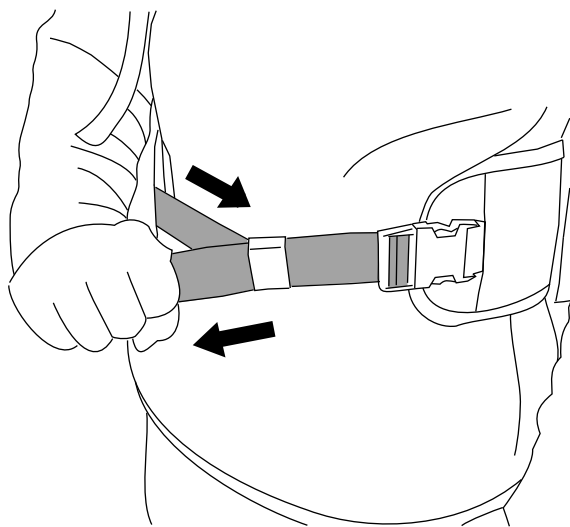

Figura 10
- Voltar a apertar a correia da anca enquanto está de pé para garantir que está apertada (Figura 10).